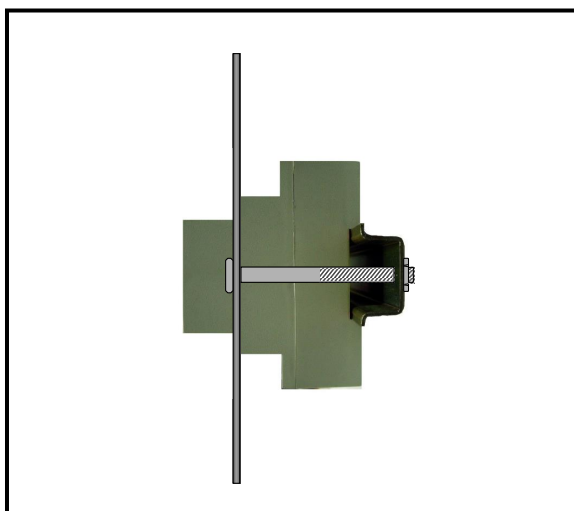

Fig. 3.14 – Fissaggio modulo a fronte sportello
4. Fissare il tutto allo sportello tramite appositi tiranti (Fig. 3.14)